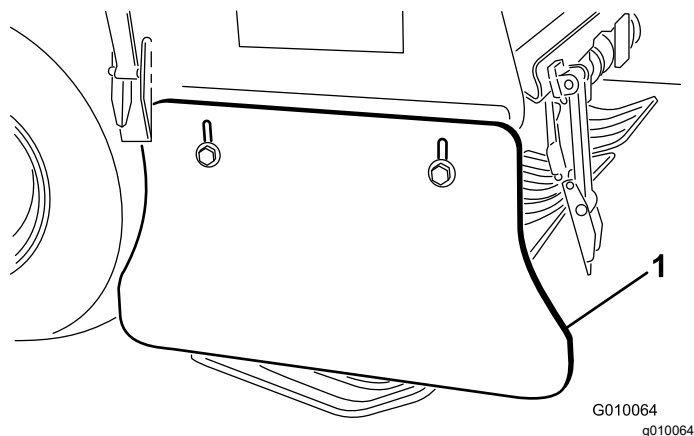

Рисунок 183
2. Ослабьте колпачковые винты и фланцевые контргайки, с помощью которых боковой щиток крепится к раме вала аэратора (Рисунок 183).